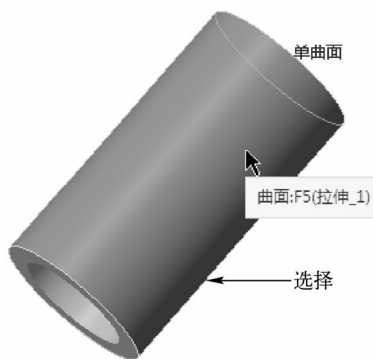

图 6-115 选择拔模面
STEP 02 在功能区选项板的“模型”选项卡中，单击“工程”面板中的“拔模”按钮，打开“拔模”选项卡，在绘图区中选择拔模面，如图 6-115 所示。